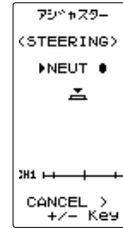

図 1
ニュートラルの設定画面(図 1)の状態、ステアリングスティックを左右に軽く弾いた後、スティックに触れない状態で J ボタンを押します。
まずニュートラルアジャスタースイッチを5:5の状態にします。ニュートラルの設定画面(図1)の状態、スロットルスティックを上下方向に軽く弾いた後、スティックに触れない状態で①ボタンを押します。